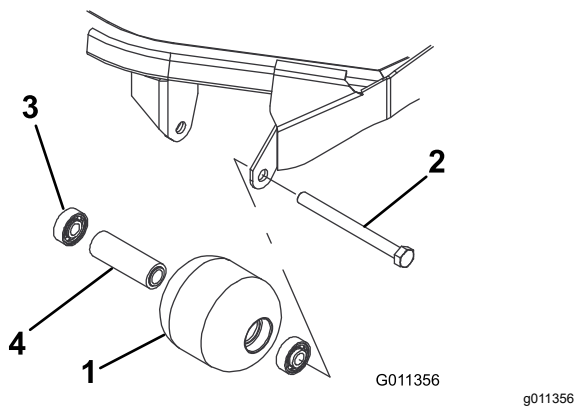

Figura 74
1. Retire el perno de montaje del rodillo (Figura 74).
- Inspeccione el alojamiento del rodillo, los cojinetes, y el espaciador del cojinete (Figura 74) Sustituya cualquier componente dañado y vuelva a ensamblar el conjunto.
- Introduzca a presión el primer cojinete en el alojamiento del rodillo (Figura 74). Haga presión solamente sobre el anillo de rodadura exterior, o de forma igual sobre el anillo exterior y el interior.
- Introduzca el espaciador (Figura 74).
- Introduzca a presión el segundo cojinete en el alojamiento del rodillo (Figura 74) haciendo presión igualmente sobre el anillo de rodadura interior y el exterior hasta que el anillo de rodadura interior entre en contacto con el espaciador.